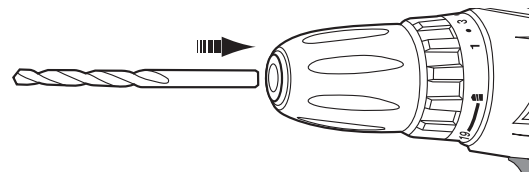

Abb. 5. Bohrer können direkt in die Werkzeugaufnahme eingeführt werden.
Hinweis: Bohrer (21) können direkt in die Werkzeugaufnahme eingesetzt werden (Abb. 5). Um kurze Schraubendreherbits (23) benutzen zu können, müssen Sie den Schraubendreherbit-Adapter (22) verwenden. Setzen Sie den Adapter auf gleiche Weise wie einen Bohrer ein (Abb. 5).